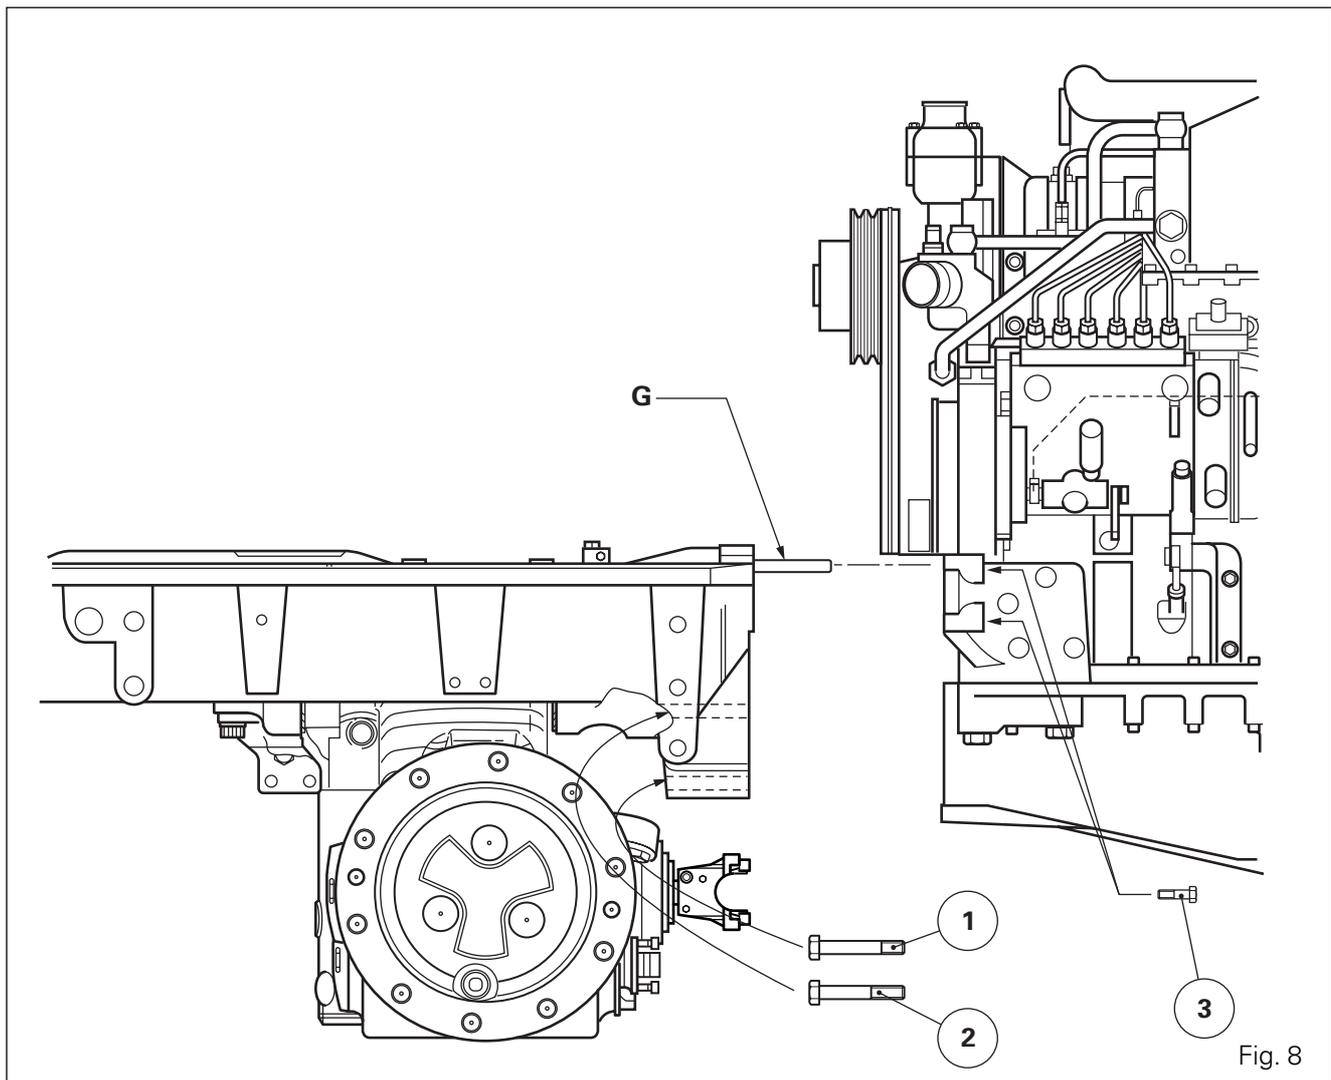

Fig. 8
59. Retirar los pasadores guía. Montar y apretar los tornillos a (Fig. 8):